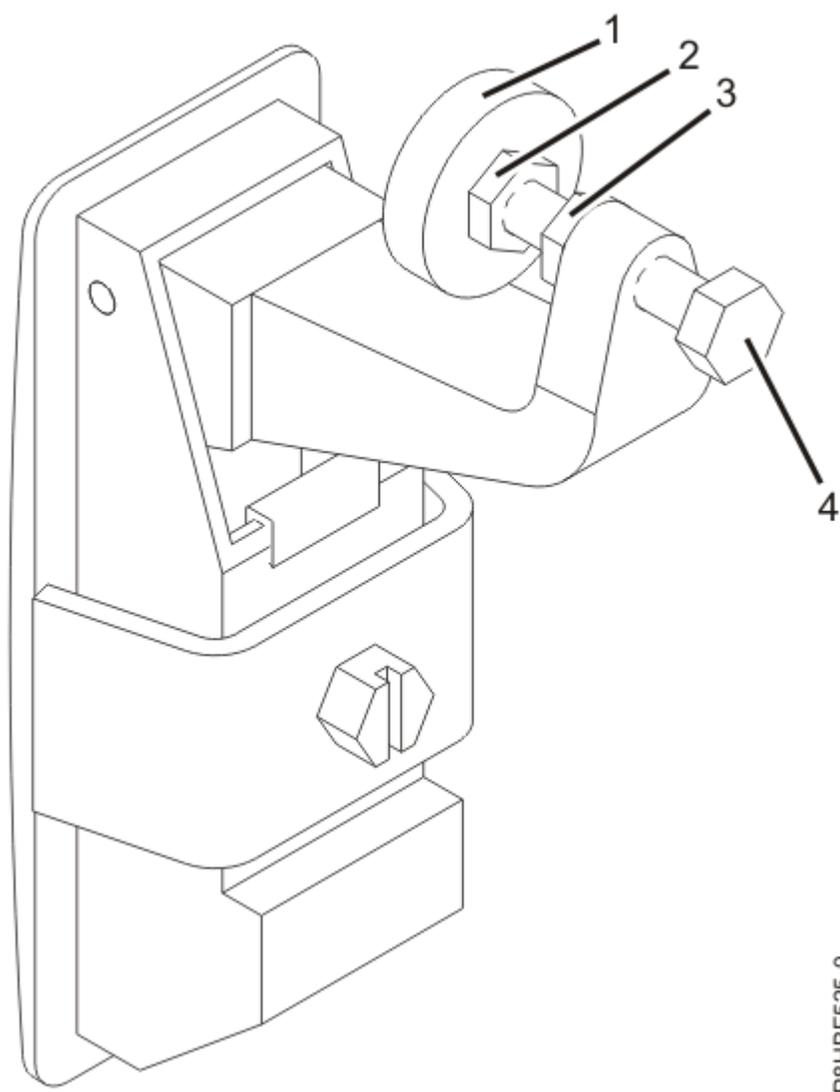

*Figura 53. Quitar el pestillo existente en la puerta*
b. En la parte interior de la puerta, quite el tornillo **(4)** de la Figura 53 en la página 82 que fija el pestillo de la puerta del bastidor.
- a. Inserte la cerradura de llave del bastidor en la ranura del pestillo de la parte frontal de la puerta **(6)** en la Figura 53 en la página 82.